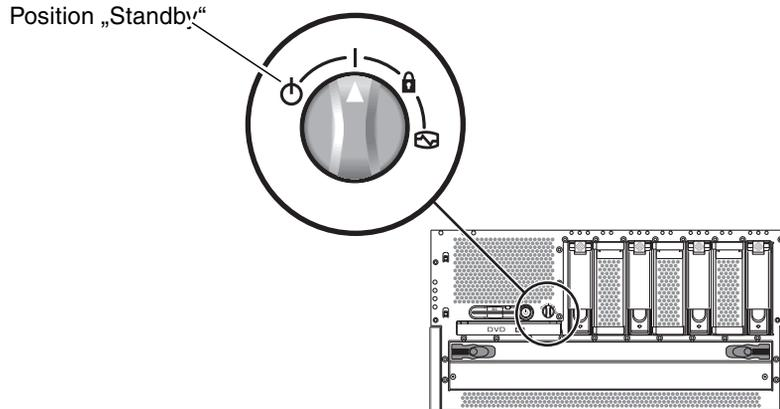

ABBILDUNG 4-20 Drehen des Drehknopf in die Standby-Position
2. Drehen Sie den Drehknopf in die Standby-Position (ABBILDUNG 4-20).